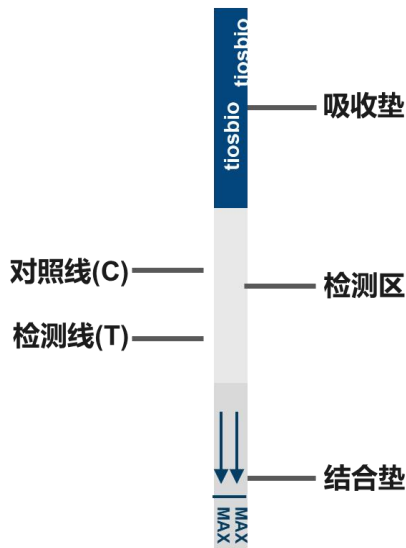

图2 单靶标一次性核酸检测试纸条结构示意图
(1) 不能打开阴性对照的管盖！按照待检样本，阳性对照的顺序，每份待检样品吸取 5 微升裂解液上清液添加至反应液后，扣紧待检样品反应管管盖。再将 5 微升阳性对照加入阳性检测反应管内，扣紧阳性对照反应管管盖。
(2) 盖好管盖，瞬时离心。使用涡旋振荡器振荡混匀 8 至 10 秒后，瞬时离心（该操作重复 2 至 3 次，确保各组分充分混匀），最后瞬时离心收集溶液，即可完成检测反应管的制备。制备完毕的反应管放在提前预热至 39℃ 的恒温仪上反应 16 分钟。
(3) 反应完成后，吸取 5 微升扩增产物至已加入 245 微升超纯水的 1.5 毫升离心管内，做好标记，涡旋混匀。
(4) 单靶标一次性核酸检测试纸条结构示意图如图 2 所示，将试纸条的浸液区端（标示蓝色箭头的一端）插入装有扩增产物稀释物的 1.5 毫升离心管内，液面不得超过浸液区的 MAX 指示线，待判读区全部浸润（约需 60 秒），将试纸平放 1 分钟以上，等待检测线（T 线）出现。根据试纸条显色情况直接读取检测结果。10 分钟内观察结果，10 分钟后判读无效。
(5) 将核酸检测试纸条的浸液区端插入装有扩增产物稀释液的离心管，待判读区全部浸润后，根据试纸条显色情况直接读取检测结果，这一过程约为 3 分钟。